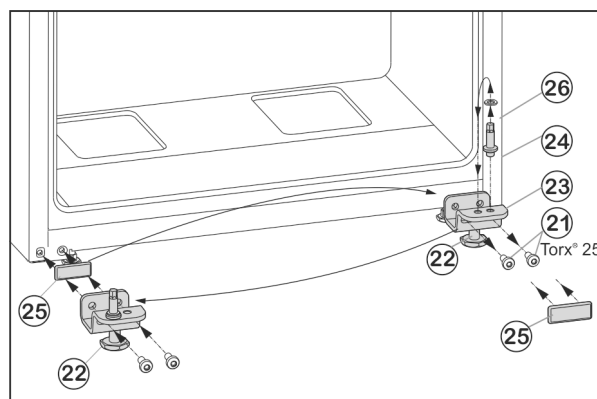

Fig. 7
- ▶ Bevestigingsbouten Fig. 7 (21) losschroeven.
- ▶ Lagerbok onder Fig. 7 (23) volledig met lagerbouten Fig. 7 (24), schijf Fig. 7 (26) en stelvoet Fig. 7 (22), verwijderen.
- ▶ Lagerbouten Fig. 7 (24) volledig met schijf Fig. 7 (26) losschroeven, terugplaatsen in het tegenoverliggende opnamegat van het lagerbok en weer vastschroeven.
- ▶ Afdekplaat Fig. 7 (25) voorzichtig verwijderen en terugplaatsen op de andere zijde.
- ▶ Lagerbok onder Fig. 7 (23) volledig met lagerbouten Fig. 7 (24), schijf Fig. 7 (26) en stelvoet Fig. 7 (22) weer op de nieuwe scharnierzijde evt. met behulp van een accuboormachine **vastschroeven (met 4 Nm)**.
- ▶ Onderste deur van bovenaf op scharnierpen Fig. 7 (24) plaatsen.
- ▶ Stelpoot Fig. 7 (22) van onderste scharnierblok Fig. 7 (23) eruit draaien, tot deze de vloer raakt.